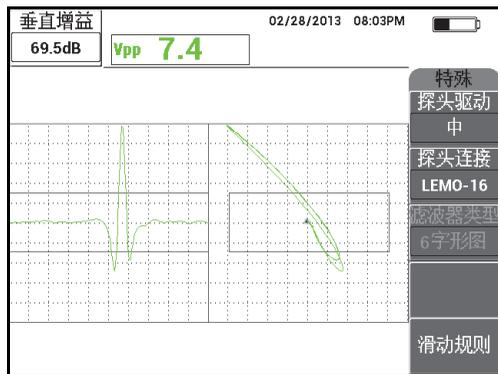

图 5-67 调节垂直增益
- 按三下增益键 (**dB**)，然后增加垂直增益，直到凹槽信号达到满屏高（垂直方向的 100% 处）（参见第 164 页的图 5-67）。